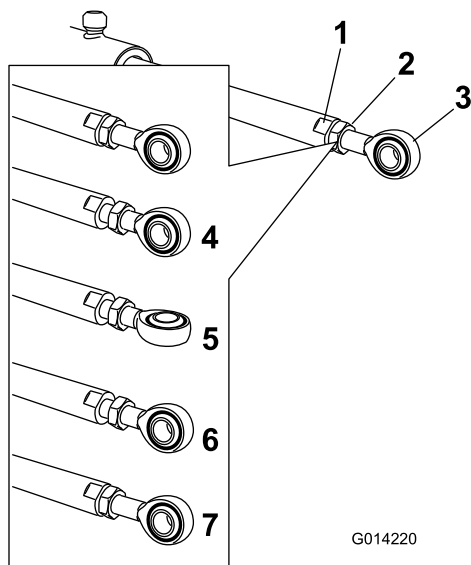

图 110
5. アクチュエータロッドの平たい面にスパナをあてがって回転しないように押さえ、ジャムナットをゆるめて、アイレットロッドを調整できるようにする 図 110。